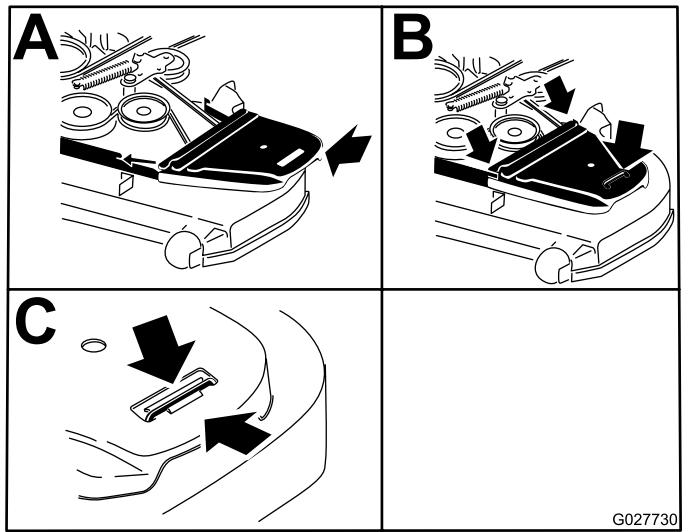

Bild 92
14. Bringen Sie die Riemenabdeckungen wieder an (Bild 92).